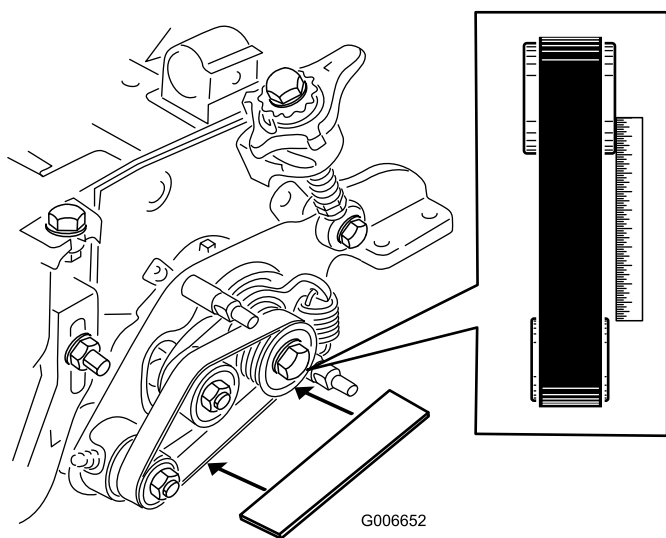

図 14
- ・ **駆動**プーリの外側面に直定規を当てる（図 14）。